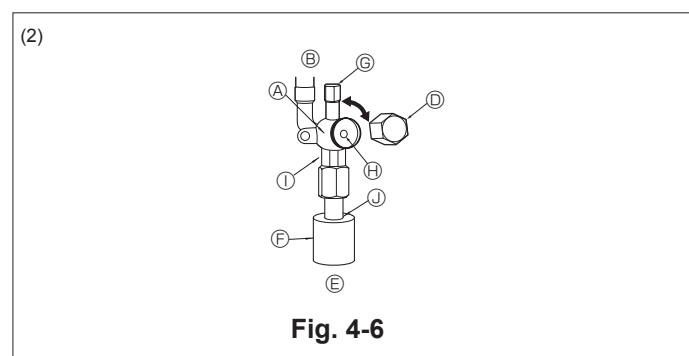

Fig. 4-6
- Lado del líquido de A24-A42 y lado del gas/líquido de A12, A18 (Fig. 4-6)